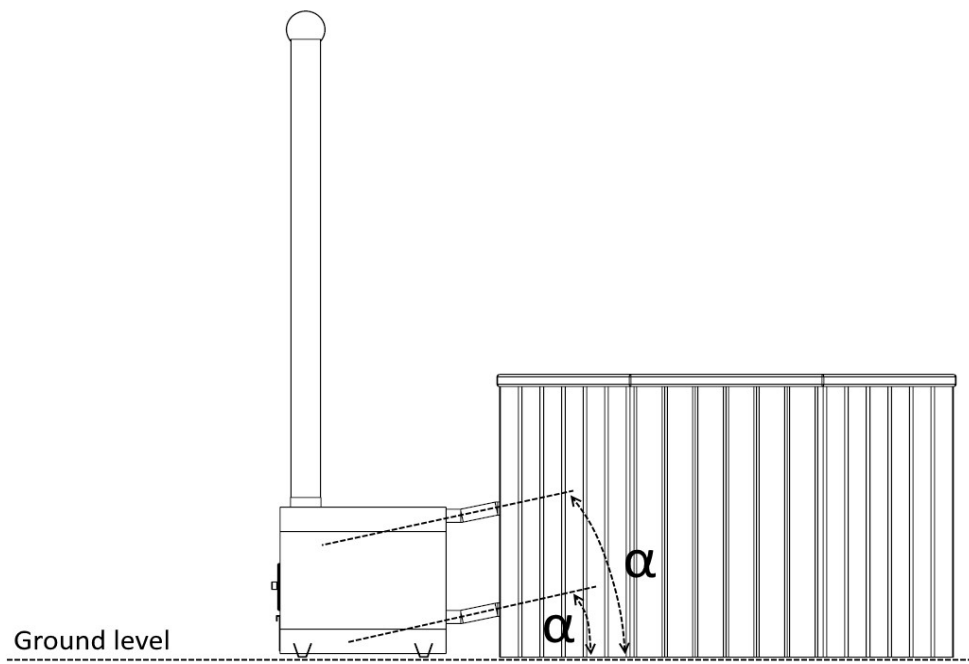

Bild 5. Korrekt placering av elastiska slangar vid anslutning av kaminen till badtunnan
- Den externa kaminen ska stå på samma nivå med badtunnan. Se bild 5.